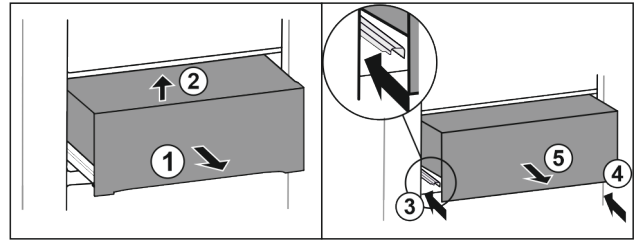

Fig. 31
- ▶ Витягніть ящик на половину Fig. 31 (1).
- ▶ Підняти вперед Fig. 31 (2).
- ▶ Вставити ліву рейку Fig. 31 (3).
- ▶ Вставити праву рейку Fig. 31 (4).
- ▶ Вийняти висувний ящик рухом вперед Fig. 31 (5).